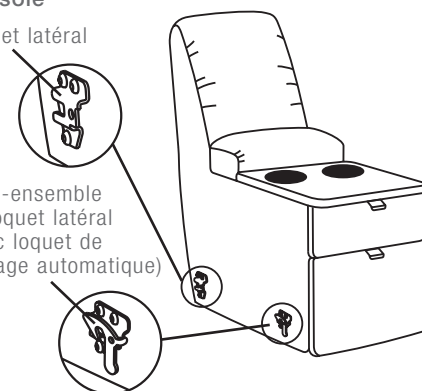

FIGURE 4
- Verrouiller les supports en utilisant un tournevis pour pousser les leviers de verrouillage vers le bas (FIGURE 4).
6. Les modules doivent être déconnectés avant de déplacer la causeuse. Pour les déconnecter, appuyer sur le bras oscillant du loquet de blocage et glisser le meuble vers l'avant (FIGURE 4).